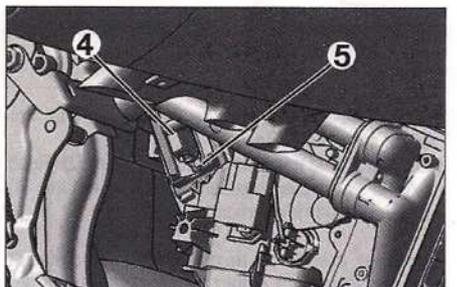

FIG. 16
- Desconectar el conector (4) (Fig.16), y desengrapar la resistencia (5).